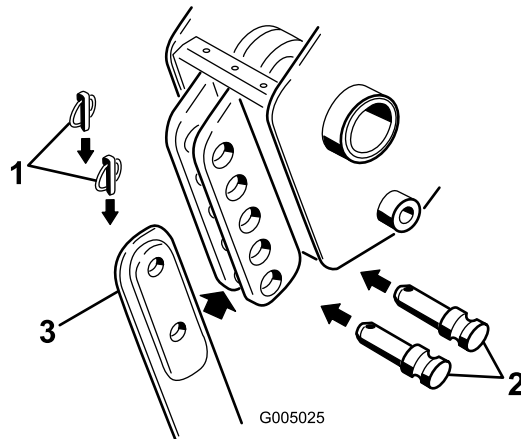

图 5
注意 要完全拆下刀片请先拆下上下保险销和柱销请参阅图 5。
- 从刀片支架中的柱销上拆下 2 个保险销然后拆下柱销图 5 和现有刀片如已安装。
5. 使用之前拆下的柱销和保险销将新刀片滑入刀片支架并固定至所需深度安装孔的变化使深度改变了 7.6cm 图 5。